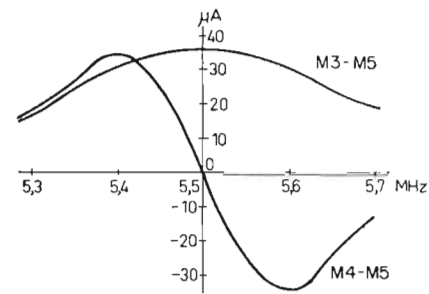

Fig. 8. Frekvenskurvor för ljuddelen.
- Kurvform och känslighet skall nu överensstämma med fig. 8. Genom att variera fre-